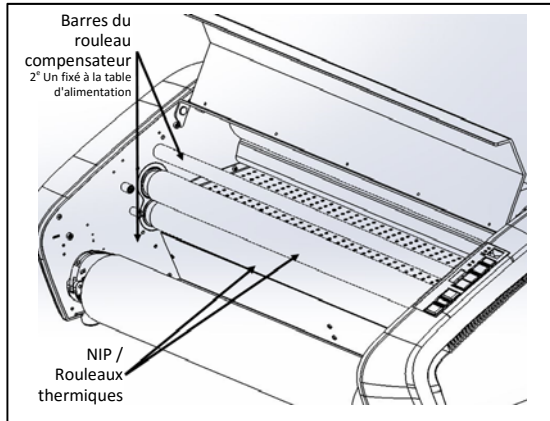

Figure 6
G. ROULEAUX PINCEURS CHAUFFÉS : (Figure 6)
H. BARRES DU ROULEAU COMPENSATEUR : (Figure 6)